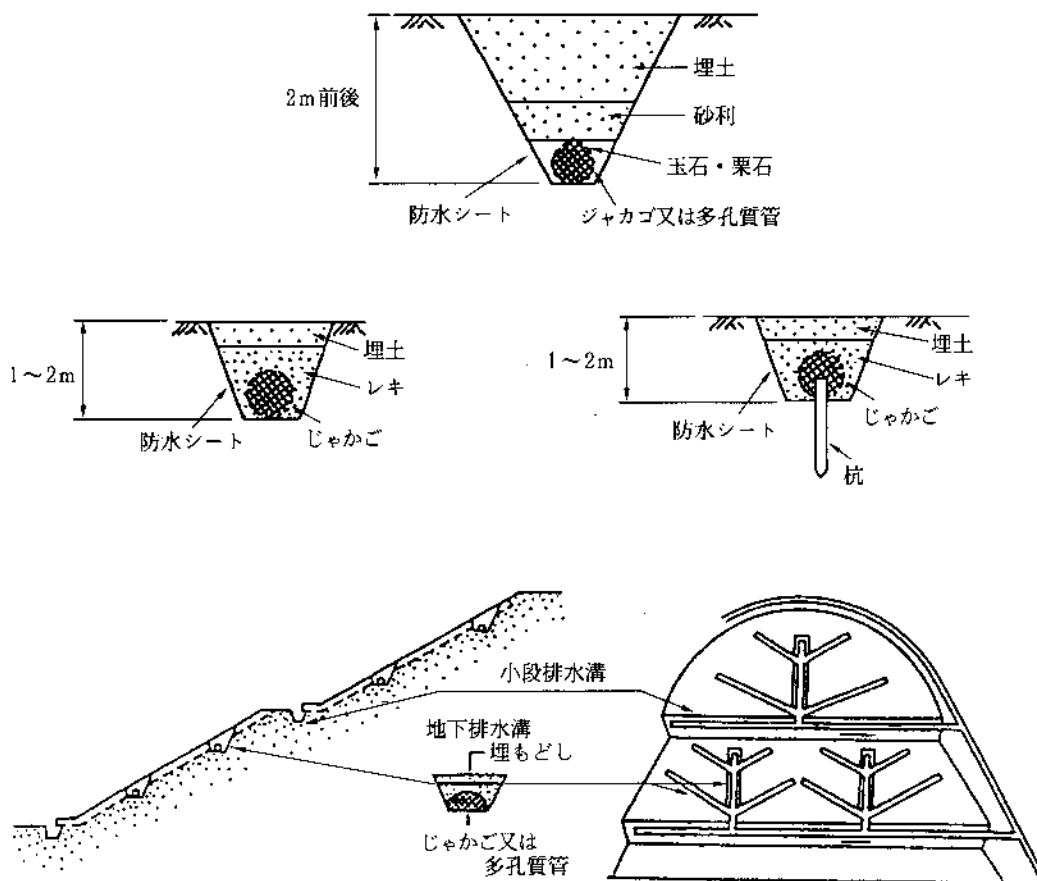

図6-3 地下排水溝の標準図
地中に浸透した水は地下の排水施設により速やかに地表の排水溝に導かれなければならないが、このための最も有効な方法は地下排水溝である。地下排水溝の標準断面図を図6-3に挙げておく。
- ① 地下排水溝は図6-3のように、支線により浸透水を集めて流し、これが接続する本線により地表の排水溝に排出されるようネットワーク化する。
- ② 盛土の場合、地山に沿って流下する地下水を排除する目的で施工するには、地山の谷筋に本線を設け支線を接続させた後盛土を行う。
- ③ 切土法面において、地表近くの浸透水を排除することを目的とする場合にも管はなるべく深く掘り下げることが望ましいが、実際には困難であるため、一般的には1~2m程度が標準である。
- ④ 地下排水溝は、本線には多孔質コンクリート管、支線には多孔質コンクリート管、又はじゃかごを用いる。
- ⑤ 底には漏水防止のためビニールシート又はアスファルト板を布設する。
- ⑥ 管の上面や側面にはそだや砂利などによるフィルターを設けて土で埋めもどす。
- ⑦ 勾配が急な場合には杭等により固定する必要がある。